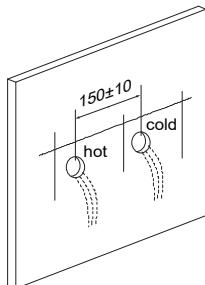

Figure 1
b) Assurez-vous que les 2 connecteurs courbes ⑫ sont installés de manière mortelle et droite dans le mur. La distance centrale entre 2 connecteurs courbes est de $150\pm 10\text{mm}$ et la ligne centrale reste horizontale (Figure 1).